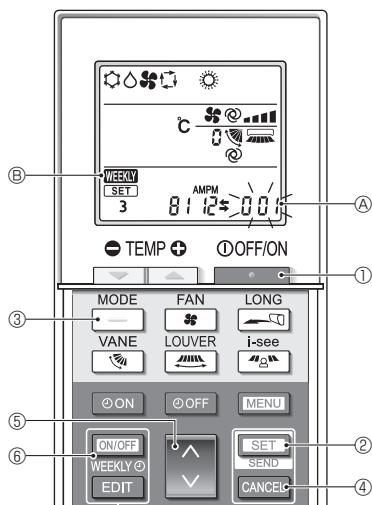

Fig. 5-13
5.10.8. Otomatik mod çalışmasının devre dışı bırakılması (Fig. 5-13)
- Klimayı durdurmak için **OFF/ON** düğmesine ① basın.
- 5 saniye boyunca **[SET]** düğmesine ② basın.
- 3 **↑** **↓** düğmesine ⑤ basın.
- Ayarları tamamlama (Fig. 5-13)